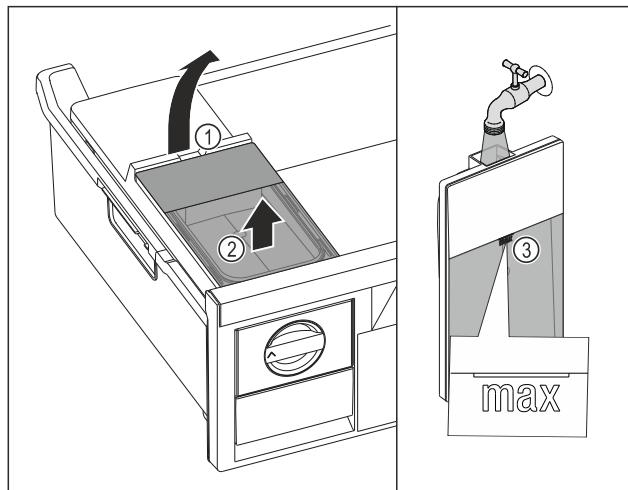

Fig. 75
- Ridicați rezervorul de apă de la degajare Fig. 75 (1).
- Scoateți rezervorul de apă în sus. Fig. 75 (2)
- Umpleți rezervorul de apă până la marcaj Fig. 75 (3) cu apă potabilă.